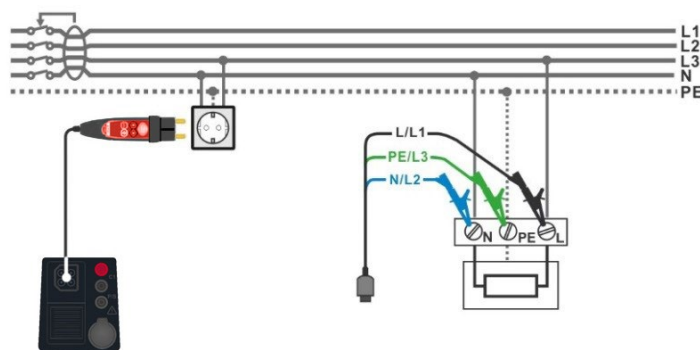

Abbildung 4.34: Anschluss des Commander-Prüfsteckers und der 3-Leiter-Prüfleitung
- › Schließen Sie den 3-Leiter-Prüfleitung oder den Commander-Prüfstecker am Prüfobjekt an, siehe **Abbildung 4.34**.